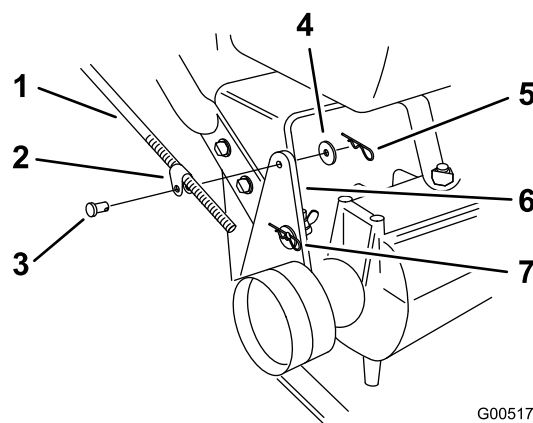

Figura 35
2. Verificate il funzionamento della barra. Qualora sia necessaria una regolazione, rimuovete la coppiglia, la rondella e il perno con testa che fissano il supporto dell'asta di comando alla staffa di rinvio (Figura 35).